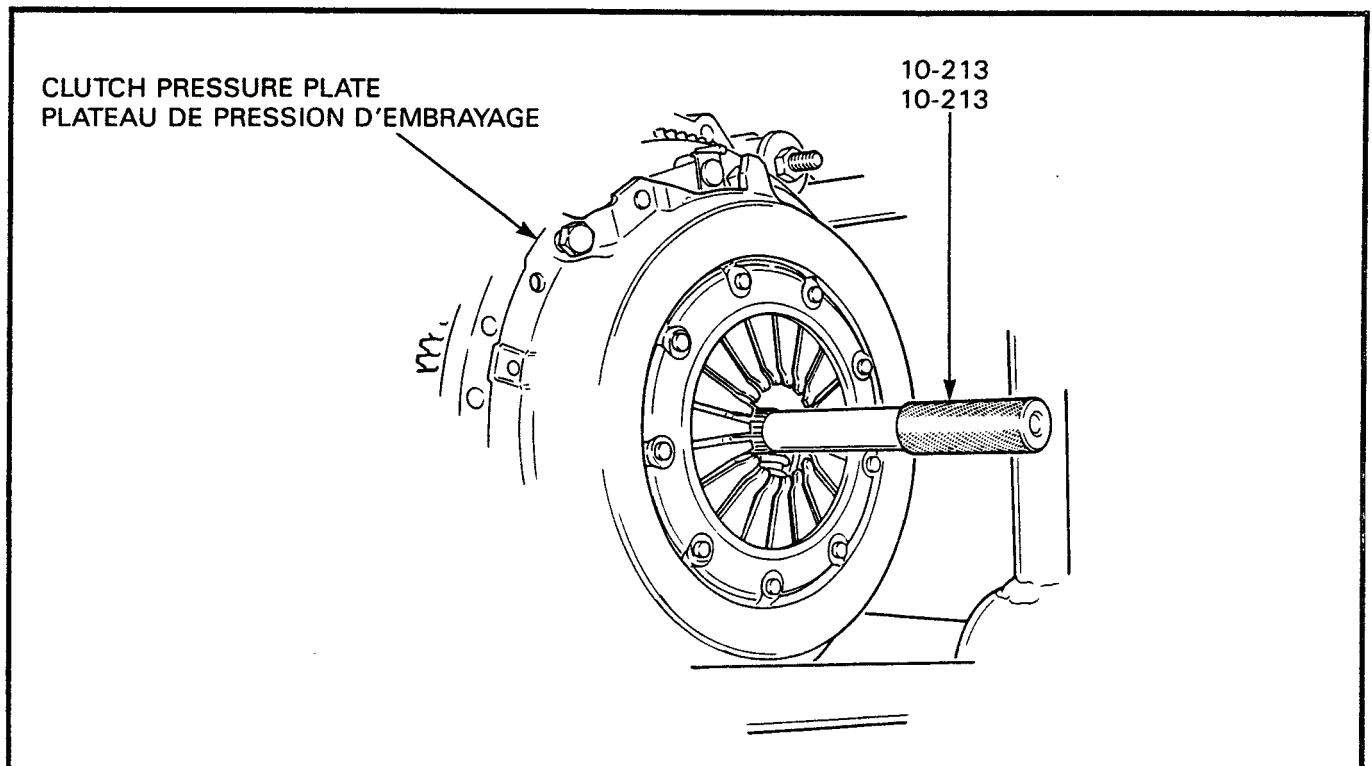

Figure 3-1-2 Installation of Clutch Pressure Plate
- c. Install the pressure plate to the flywheel with six socket head screws and torque to 25 N•m (18 ft lb) in a diagonal sequence, see Figure 3-1-2.
- c. Fixer le plateau de pression au volant au moyen de six vis à tête creuse, et serrer à 25 N•m (18 pi lb) dans un ordre entrecroisé. Voir figure 3-1-2.